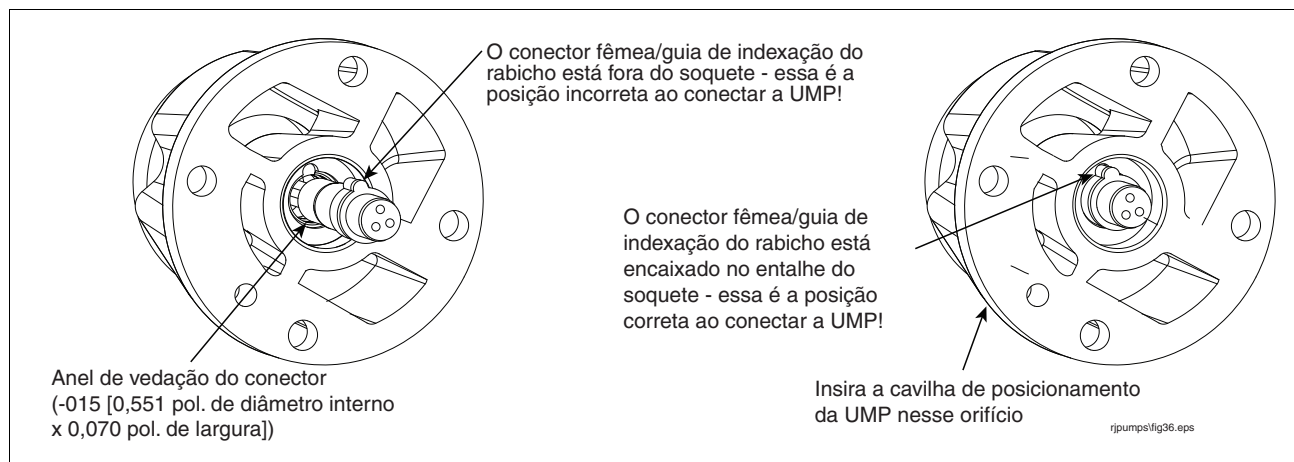

Figura 46. Verificar se o conector fêmea do rabicho está encaixado corretamente
6. Puxe o conector do rabicho na cabeça de descarga para fora o suficiente para ver o anel de vedação na parede lateral do soquete (consulte a Figura 46). Remova o anel de vedação do conector da tomada do conector e descarte-o. Pegue um anel de vedação de 0,551 pol. de diâmetro interno x 0,070 pol. de largura do kit e lubrifique-o com vaselina. Deslize o novo anel de vedação sobre o conector do rabicho e empurre-o na ranhura na parede da tomada do conector.
7. Inspeção visualmente o conector do rabicho e substitua-o se estiver danificado. Lubrifique o corpo do conector do rabicho com vaselina e empurre-o de volta no soquete, certificando-se de que a guia de indexação esteja na ranhura do soquete (consulte a Figura 46).
8. Alinhe a cavilha de posicionamento da UMP de modo que ela seja inserida no orifício adequado na cabeça de descarga (consulte a Figura 46) e empurre a UMP para a posição usando apenas a força manual. A UMP deve ficar encostada na cabeça de descarga antes da instalação dos parafusos de retenção da UMP.